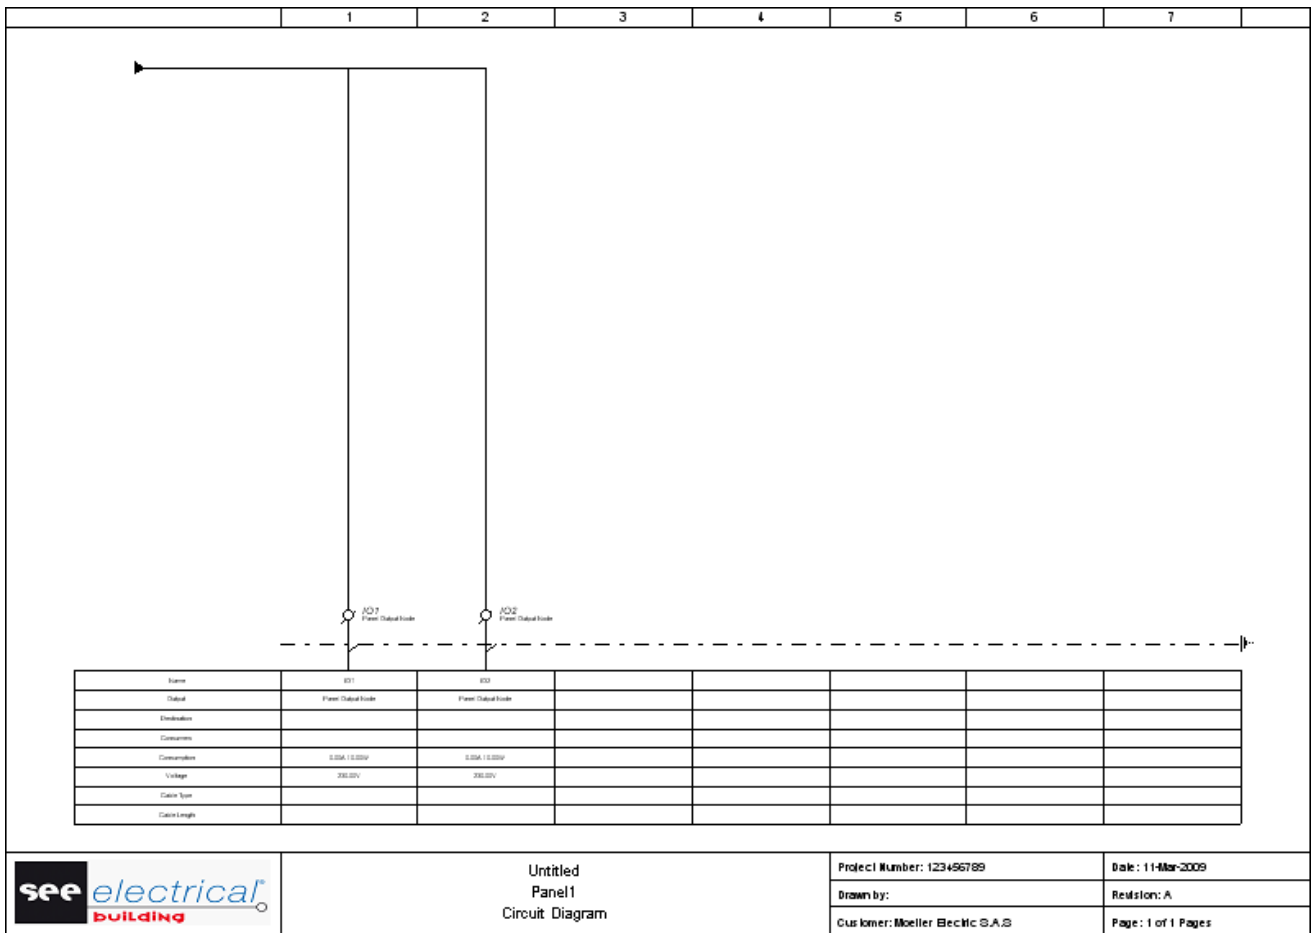
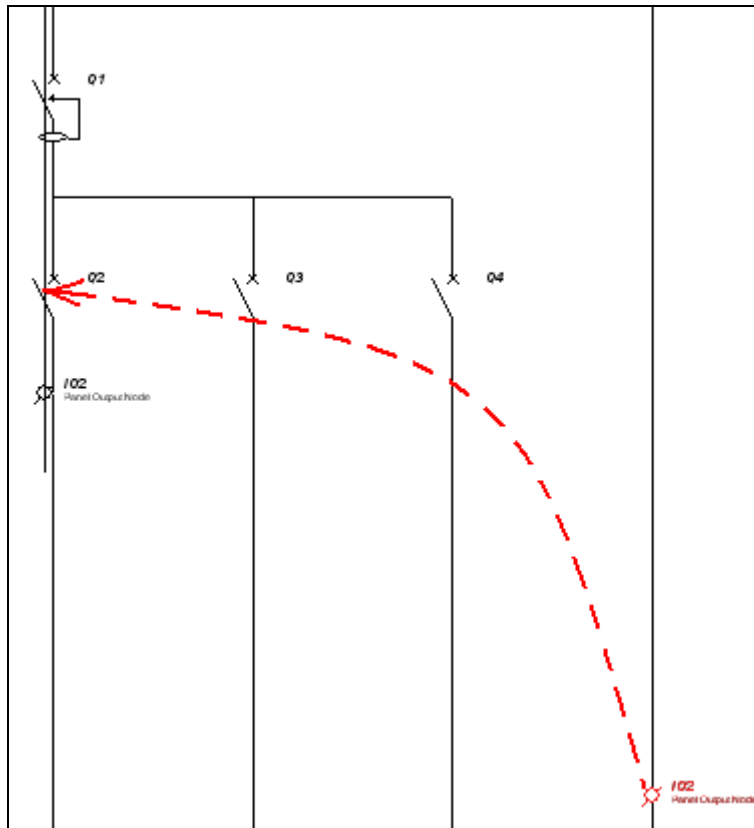
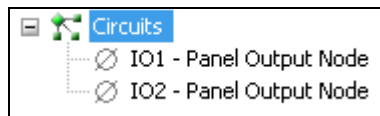
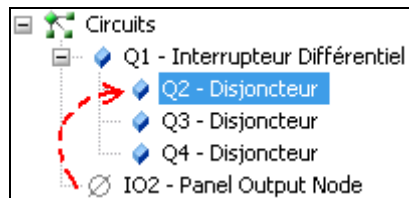

Fig. 23
Fig. 25
Fig. 26
Fig. 27
-Après leur création à l'étape précédente, les nœuds de sortie sont déjà en position dans la partie **Schémas de circuits** (Fig. 23).
-Ensuite, glisser/déposer les nœuds de sortie sur les protections voulues (fig. 25).
-On peut aussi travailler selon la même méthode depuis « arborescence de circuit » (fig. 26 [équivalente à la fig. 23] et fig. 27 [équivalente à la fig. 25])